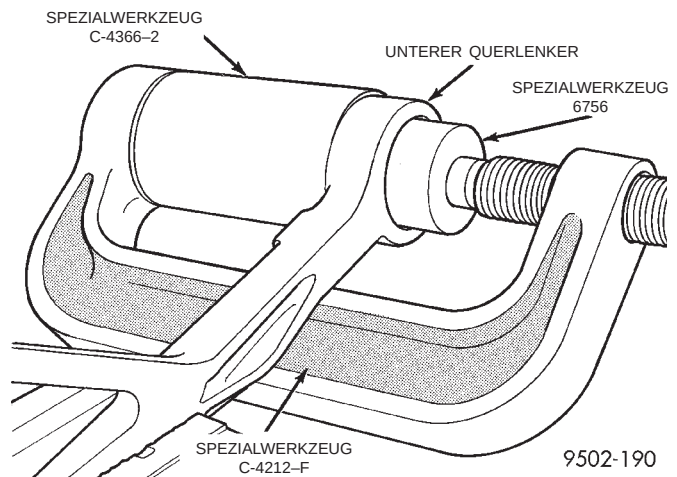

Abb. 101 Hinteres Gummilager aus dem unteren Querlenker ausbauen
(1) Unteren Querlenker aus dem Fahrzeug ausbauen. Dazu die entsprechende Anleitung in diesem Kapitel befolgen.
(2) Ausbauwerkzeug 6756, und Aufnehmer C-4366-2 am Spezialwerkzeug C-4212-F montieren (Abb. 101).
(3) Den unteren Querlenker an den derart zusammengesetzten Spezialwerkzeugen montieren. Werkzeug C-4366-2 muß dabei rechtwinklig auf dem unteren Querlenker sitzen, und Werkzeug 6756 muß korrekt am Gummilager anliegen (Abb. 101).